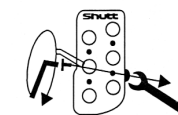

Fig. 1
- 1- Aperte as abraçadeiras atrás do pedal com a chave Allen (fig.1)